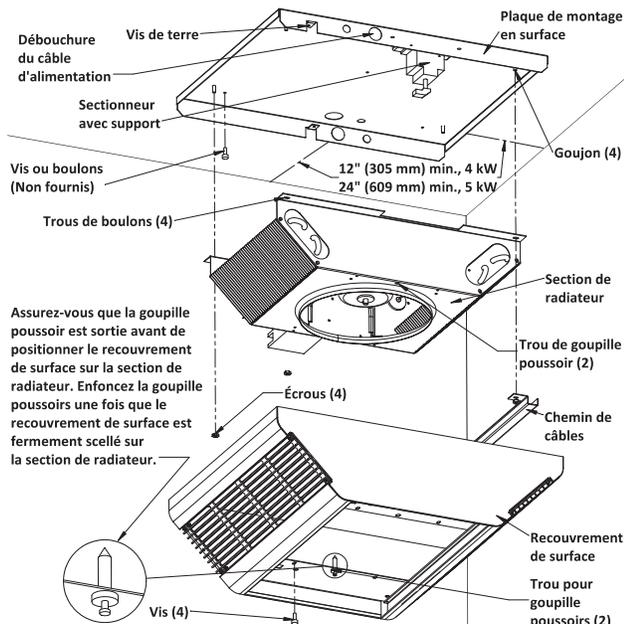

Figure 2
6. Positionnez la plaque de montage en surface contre le plafond et fixez-la avec des boulons ou des vis (Figure 2). Voyez l'avertissement N° 9. Connectez le fil d'arrivée de terre sur la vis de terre verte de la plaque de montage en surface.
10. Positionnez la section de radiateur par-dessus les goujons de la plaque de montage en surface (Figure 2).
11. Poussez la section chauffante sur les goujons et serrez solidement les deux écrous (fournis) sur les goujons pour fixer la moitié de la section chauffante opposée aux fils gainés à la plaque de montage en surface. Poussez la conduite sur les goujons en vous assurant que les fils gainés sont dans la conduite, puis serrez fermement les deux écrous (fournis) sur les goujons pour fixer la conduite et l'autre moitié de l'appareil de chauffage à la plaque de montage en surface (Figure 2).
SI VOUS N'INSTALLEZ PAS BIEN LES QUATRE ÉCROUS DE FIXATION LE RADIATEUR PEUT TOMBER (VOYEZ LA FIGURE 2).
REMARQUE : Assurez-vous que la goupille poussoir dans chaque extrémité de la grille de soufflage est tirée en position sortie pour permettre aux corps de goupille de bien entrer dans les trous de la section de radiateur (Figure 2).
15. Installez et serrez bien quatre vis (fournies) pour retenir le recouvrement de surface avec la section de radiateur (Figure 2).
SI VOUS N'INSTALLEZ PAS BIEN LES QUATRE VIS LE RECOUVREMENT DE SURFACE PEUT TOMBER (VOYEZ LA FIGURE 2).
SI VOUS N'INSTALLEZ PAS BIEN LES QUATRE VIS, LE RECOURVREMENT DE SURFACE PEUT TOMBER (VOYEZ LA FIGURE 2).
SI VOUS N'INSTALLEZ PAS BIEN LES QUATRE VIS LE RECOURVREMENT DE SURFACE PEUT TOMBER (VOYEZ LA FIGURE 2).